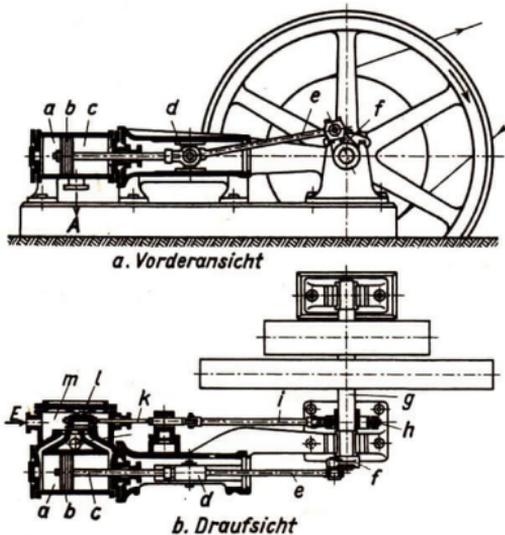

Abb. 314 Einzylindrige Dampfmaschine
**2. Kolbendampfmaschine.** Sie ist uns schon als Antriebsmaschine der Lokomotive bekannt geworden. Wir wollen nunmehr noch die ortsfeste Dampfmaschine betrachten. Abb. 314 zeigt, etwas vereinfacht, die Vorderansicht und die Draufsicht einer *einzylindrigen liegenden Kolbendampfmaschine mit Schiebersteuerung*. Maschinen dieser einfachen Bauart werden heute nicht mehr gefertigt, doch lassen sie das Zusammenwirken der Maschinenelemente am klarsten erkennen.